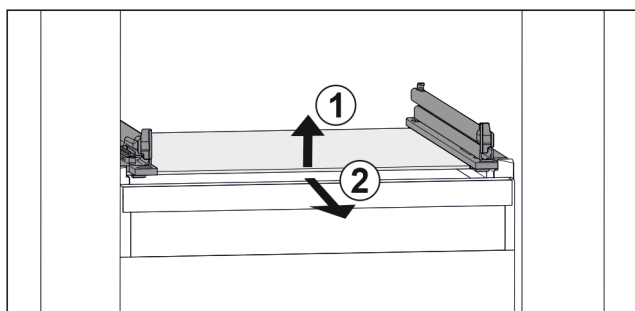

Fig. 39 Примерное отображение стеклнной пластины
- Приподнимите стеклнную пластину спереди. Fig. 39 (1)
- Извлеките стеклнную пластину движением вперед. Fig. 39 (2)